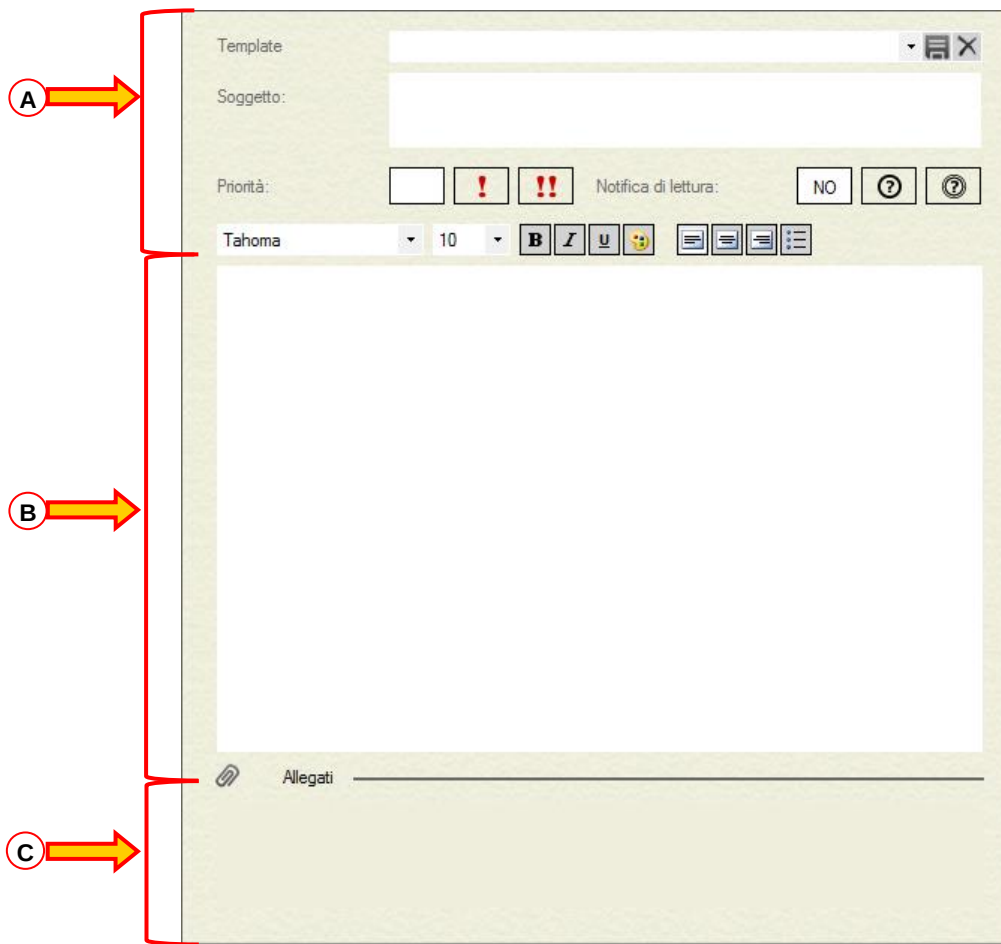

Fig 72
Il messaggio si scrive nell'area sulla destra. In Fig 72 è mostrata tale area come appare subito dopo che si è cliccato il pulsante **NUOVO MESSAGGIO**.
- Gli strumenti di composizione del messaggio (Fig 72 A)
- Il corpo del messaggio (Fig 72 B)
- L'area degli allegati (Fig 72 C)